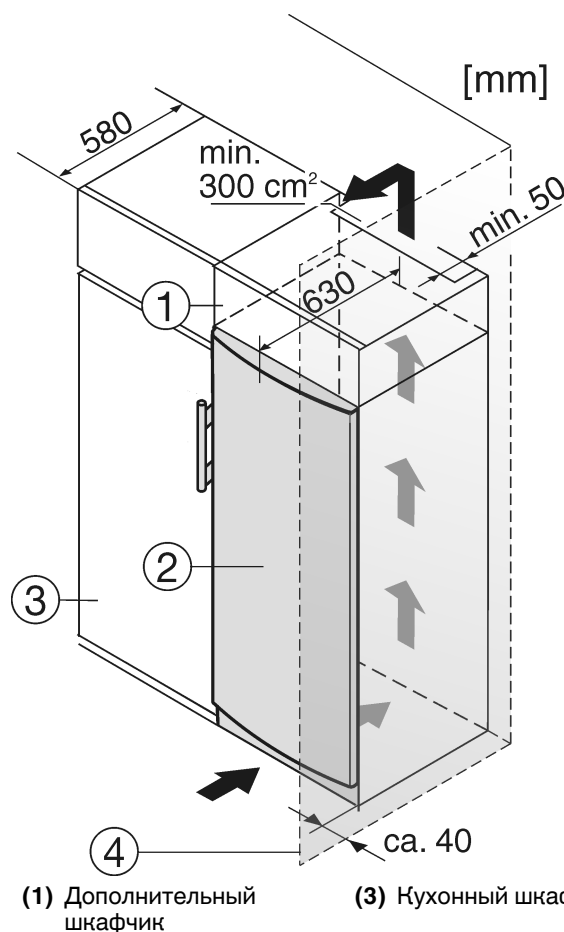

Fig. 8
(2) Устройство
Устройство может быть окружено предметами кухонной обстановки. Чтобы уравнивать устройство *Fig. 8 (2)* по высоте с кухонной стенкой, можно установить над устройством соответствующий дополнительный шкафчик *Fig. 8 (1)*.
При комбинировании с обычными кухонными шкафами (глубина макс. 580 мм) устройство можно установить непосредственно рядом с кухонным шкафом *Fig. 8 (3)*. Дверь устройства выступает по сторонам на 34 мм и по центру устройства на 50 мм относительно передней стенки кухонного шкафа. Поэтому ее можно свободно открывать и закрывать.
Если устройство установлено на шарнирах у стены *Fig. 8 (4)*, то расстояние между устройством и стеной должно быть не менее 40 мм. Настолько выступает ручка при открытой дверце.